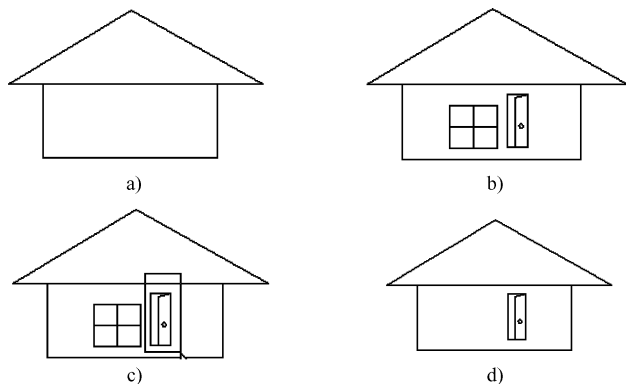

图 6-66 裁剪参照边界
- (1) 开 (ON)：在宿主图形中不显示外部参照或块的被剪裁部分。
- (2) 关 (OFF)：在宿主图形中显示外部参照或块的全部几何信息，忽略剪裁边界。
- (3) 剪裁深度 (C)：在外部参照或块上设置前剪裁平面和后剪裁平面，如果对象位于边界和指定深度定义的区域外，将不显示。
- (4) 删除 (D)：为选定的外部参照或块删除剪裁边界。
(5) 生成多段线 (P): 自动绘制一条与剪裁边界重合的多段线。此多段线采用当前的图层、线型、线宽和颜色设置。当用“PEDIT”命令修改当前剪裁边界, 然后用新生成的多段线重新定义剪裁边界时, 应使用此选项。要在重定义剪裁边界时查看整个外部参照, 应使用“关”选项关闭剪裁边界。
(6) 新建边界 (N): 定义一个矩形或多边形剪裁边界, 或者用多段线生成一个多边形剪裁边界。裁剪后, 外部参照在剪裁边界内的部分仍然可见, 而剩余部分则变为不可见, 外部参照附着和块插入的几何图形并未改变, 只是改变了显示可见性, 并且裁剪边界只对选择的外部参照起作用, 对其他图形没有影响, 如图 6-66 所示。